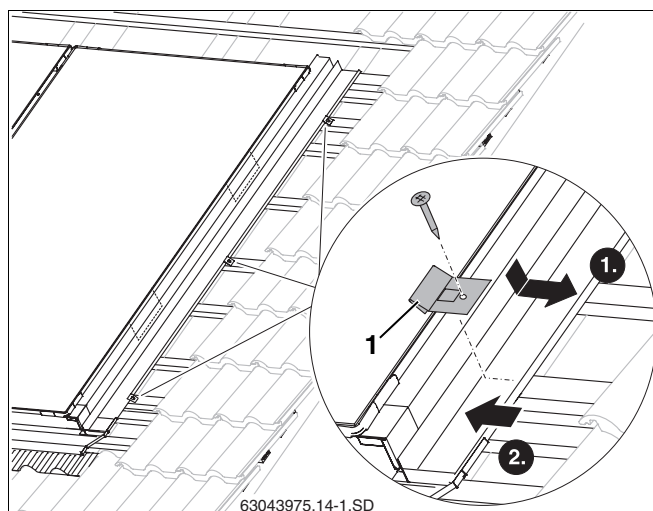

Fig. 49 Fixer la tôle de recouvrement latérale
- Poser la fixation (fig. 49, **pos. 1**) dans le bord de la tôle de recouvrement latérale.